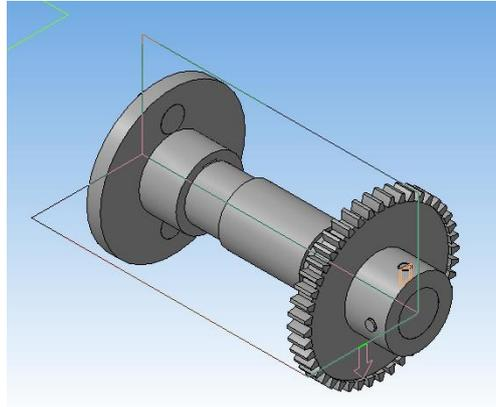

Рисунок 110.
2. Выйдите из эскиза. Выберите команду меню «Операции» – «Сечение по эскизу» . На панели свойств укажите «Направление» отсечения вдоль всей сборки (рисунок 110).